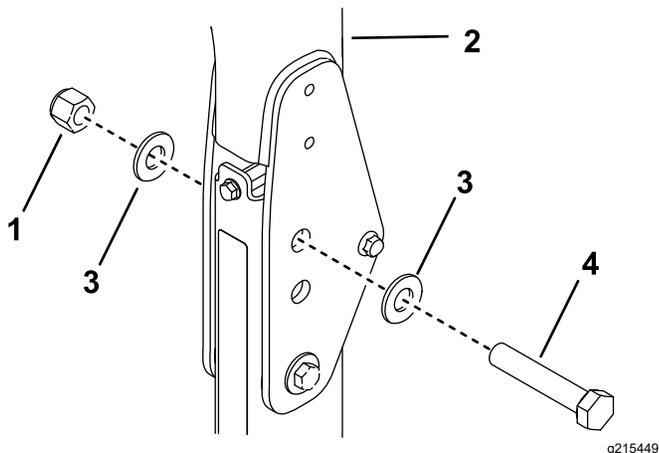

Figura 34
2. Inserite una rondella (13/16" x 1½") su ciascun bullone (¾" x 4"), come illustrato nella Figura 34.
3. Nei fori da cui sono state estratte le spine, installate bulloni e rondelle (Figura 34).
4. Montate un'altra rondella su ciascun bullone e fissate con un dado (¾"), come illustrato nella Figura 34.